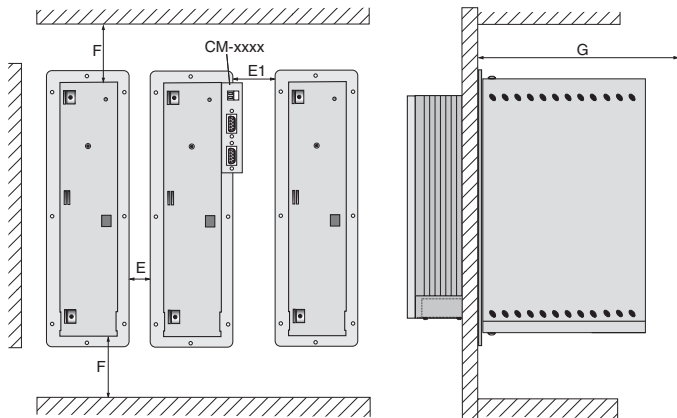

Fig. 2.2 Espaces libres pour le montage (voir Tableau 2.4)
2) Dimensions E à G voir Fig. 2.2